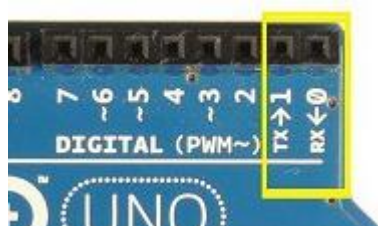

Figura 10 – Entradas e saídas do Arduino UNO
- **Comunicação serial:** 0 e 1 podem ser utilizados para comunicação serial. Deve-se observar que estes pinos são ligados ao microcontrolador responsável pela comunicação USB com o PC, figura 10.